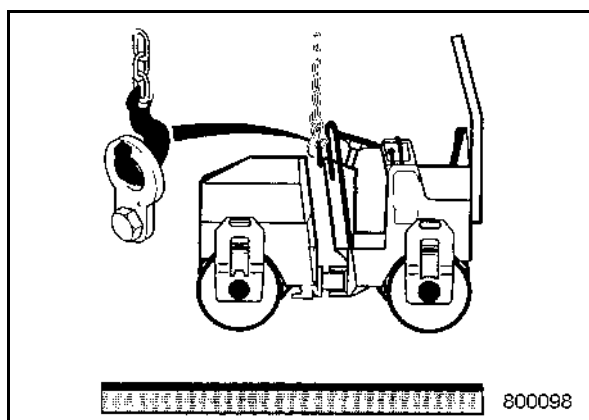

fig. 81
- Utiliser l'accrochage central pour soulever la machine (fig. 81).